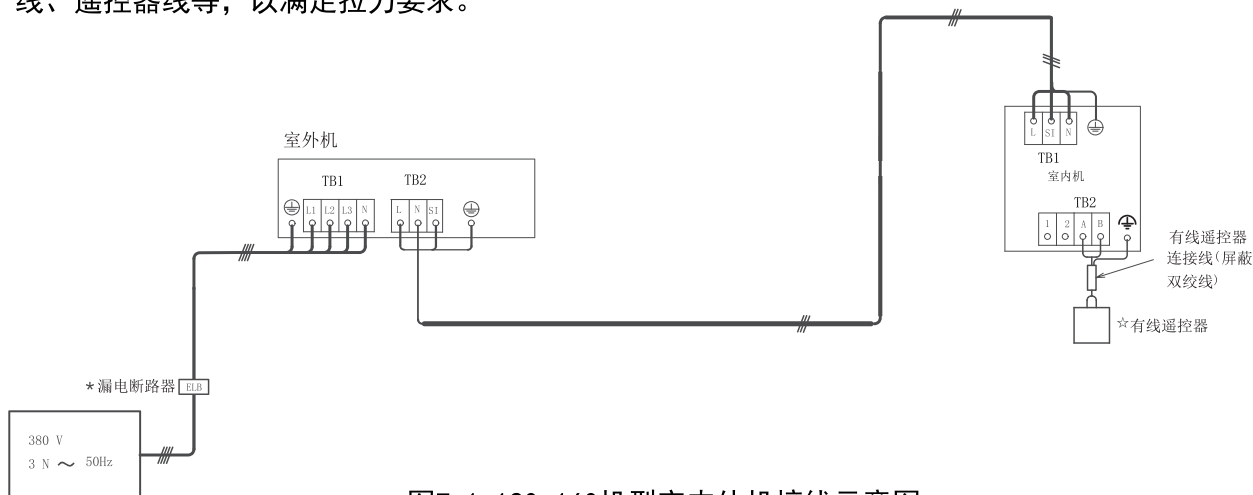

图7.1 120~160机型室内外机接线示意图
- (1) 打开电控箱盖。
- (2) 穿过电控箱接线孔和固线夹，连接信号接收器到内机电控箱主机板的CN20插座或者TB2端子排上。
- (3) 连接室内外机的强电连接线，穿过电控箱接线孔和固线夹，连接室内外连接线到电控箱内相应端子上，保证室内外端子标号一一对应，参照外机接线图7.1。室内机外机连接线规格见表7.1。
- (4) 用固线夹紧固电控箱的电源线、内外机连接线、遥控器线等，以满足拉力要求。
- (1) 连接电源线到室内机和室外机电器箱内的端子排上。并且连接地线到室外机的电器箱内。另外，在连接地线到室内机电器箱的接地螺栓上时，参照图7.1。
- (2) 禁止在维修盖前面的紧固螺钉上接线。
- (3) 连接室内机和室外机之间的配线，检查确保每个端子排上端子压接线的拉力。
- (4) 从电源接线中分离开室外机和室内机之间的控制线，保持距离大约在5到6厘米以上，并且控制线不能与电源线并行。现场连接的电线及电源线最小线径见表7.1。
- (5) 每个系统单独安装主开关和ELB，并选择反应时间在0.1秒之内的高灵敏度ELB。推荐的容量见表7.2。